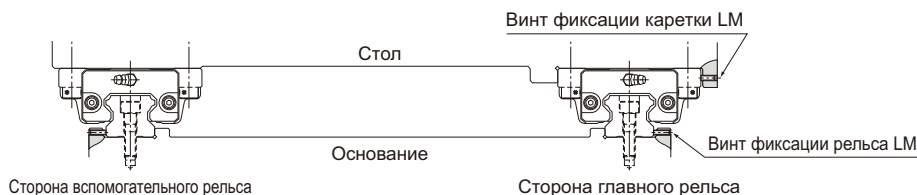

Рис.5 Если на станке имеется ударная нагрузка
- (1) Осторожно поместите стол на каретки LM и временно закрепите его установочными болтами.
- (2) Прижмите каретки LM со стороны главного рельса к боковой базовой поверхности стола при помощи фиксирующих болтов и установите стол на место. (См. Рис.5 на с. **В1-91**.)
- (3) Полностью затяните установочные болты на главной и вспомогательной стороне. На этом установка завершена.